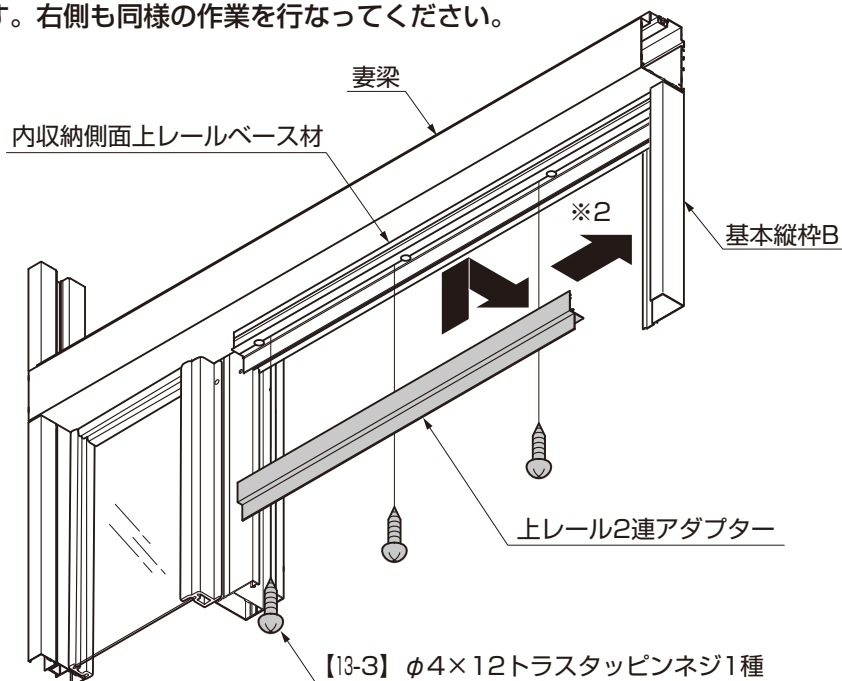
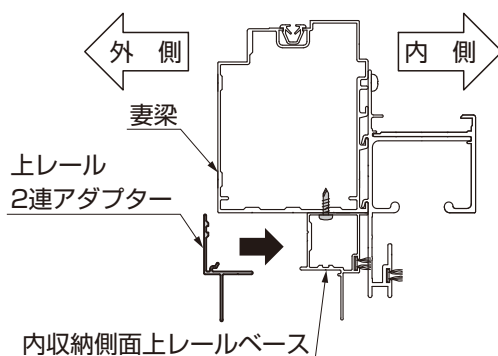

図2-6
図2-7
①上レール2連アダプターを内収納側面上レールベース材に【13-3】で取付けてください。(図2-6、図2-7参照)
- 取付けた基本縦枠B側にスライドしながら位置決めしてください。(※2)(図2-6参照)